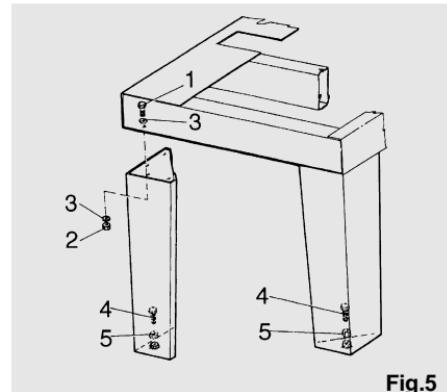

Fig.5
durch Drehen der Schrauben (4) ausrichten. Anschließend die (5) Kontermuttern festziehen (Abb.5).